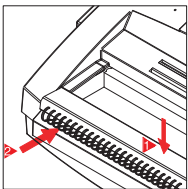

Figura-5
b. posizionare il dorso metallico sotto il pressino come mostrato nella figura 5